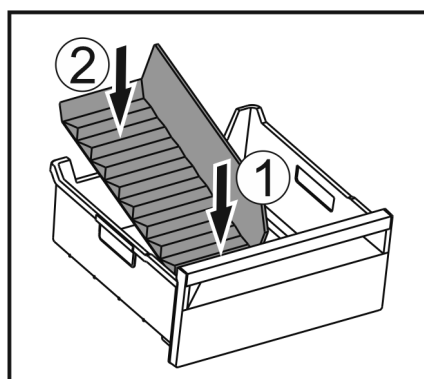

Fig. 169
- Vstavite sprednji del pregrade predala za led. Fig. 169 (1)
- Zadnji del pregrade predala za led spustite do dna predala. *Fig. 169 (2)*